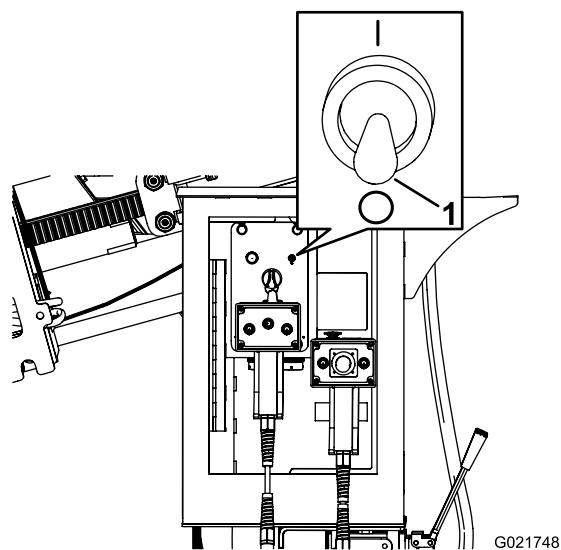

Figura 153
2. Certifique-se de que o interruptor da mangueira de aspersão esteja na posição Off (Figura 153).